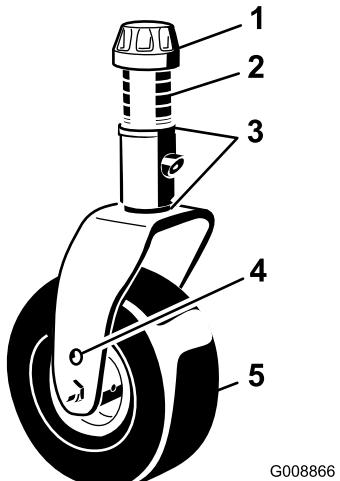

Figure 28
3. Ajoutez ou retirez des cales de 3 mm sur la fourche d'une ou de plusieurs roues pivotantes pour que la hauteur de coupe corresponde à celle indiquée sur l'autocollant (Figure 28) ; voir Réglage de la hauteur de coupe \(page 28\).